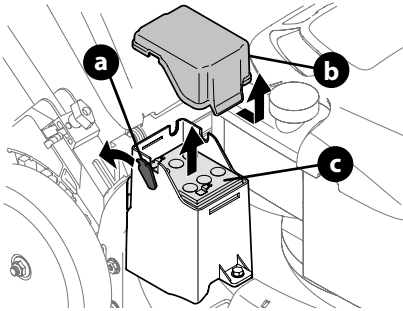

Figura 27
- Extracción de la batería (Figura 27):